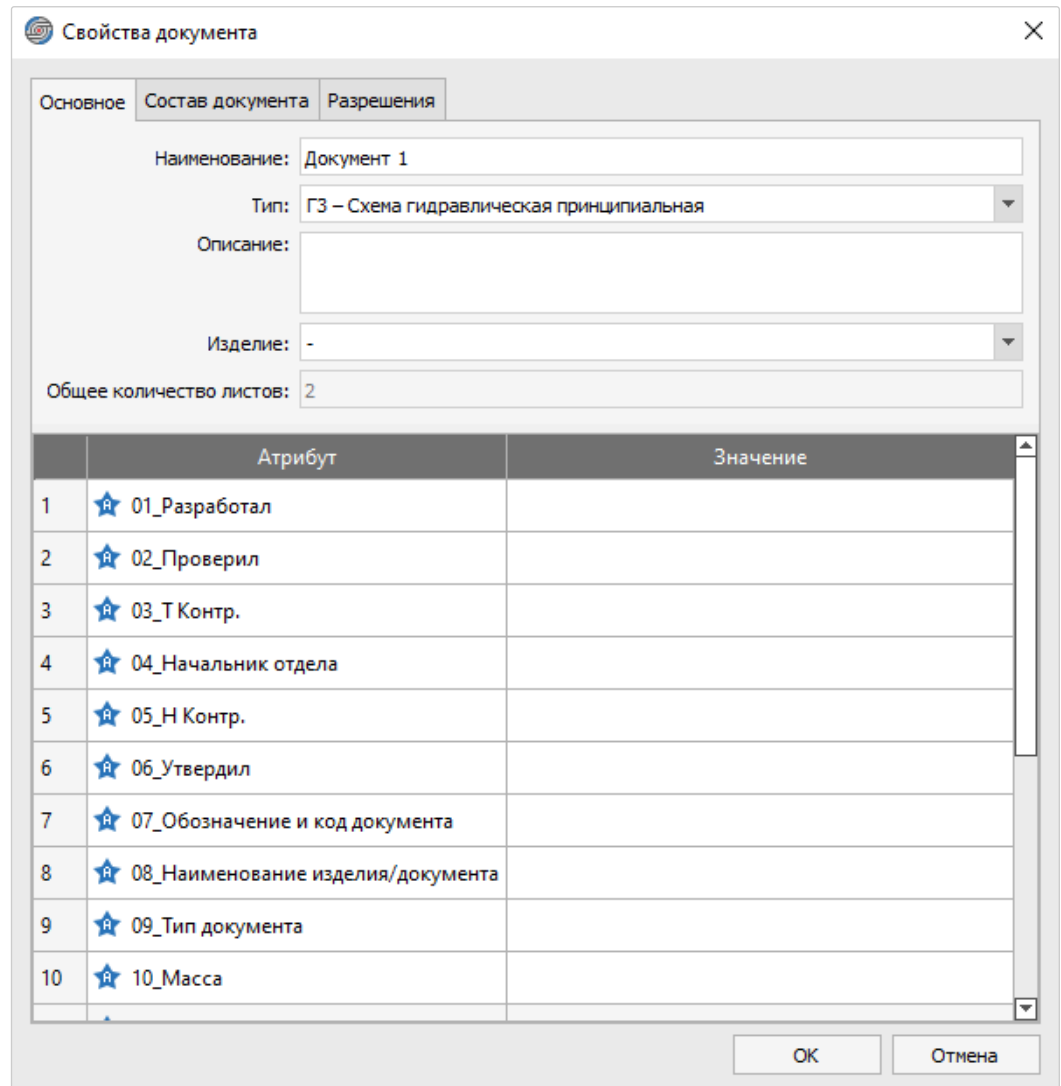

Рисунок 188. Диалоговое окно «Свойства документа»
- 2) В открывшемся диалоговом окне «Свойства документа» отредактировать необходимые свойства документа на вкладке «Основное» (см. рисунок 188):